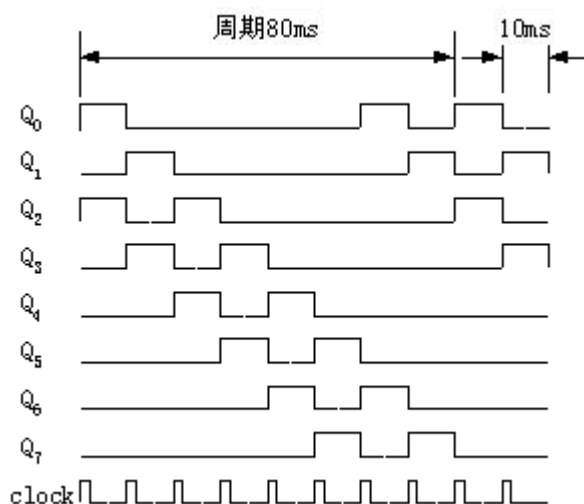

图 2 重复输出循环移位逻辑序列 00000101
能产生 8 路可预置的循环移位逻辑信号序列，输出信号为 TTL 电平，序列时钟频率为 100Hz，并能够重复输出。逻辑信号序列示例如图 2 所示。
4、题中涉及的“字”均为多位逻辑状态。如图 2 中纵向第一个字为一个 8 位逻辑状态字（00000101），而发挥部分中的 3 级触发字为 2 位逻辑状态。